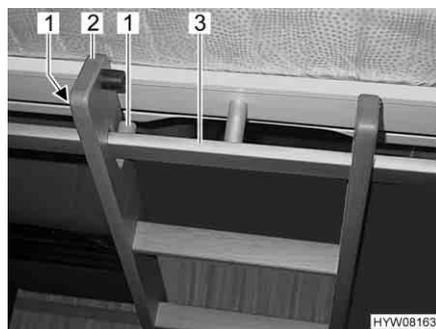

Fig. 92 Scaletta di accesso, agganciata
- Agganciare la scaletta di accesso (Fig. 92,2) con le due staffe nella barra di presa (Fig. 92,3) al letto basculante. Durante l'agganciamento fare attenzione che il longherone della scala venga posizionato tra i due dispositivi di fissaggio (Fig. 92,1). Questo serve a impedire che la scaletta di accesso scivoli di lato.
- Staccare la scaletta di accesso (Fig. 92,2) dalla barra di presa (Fig. 92,3) nel letto basculante.